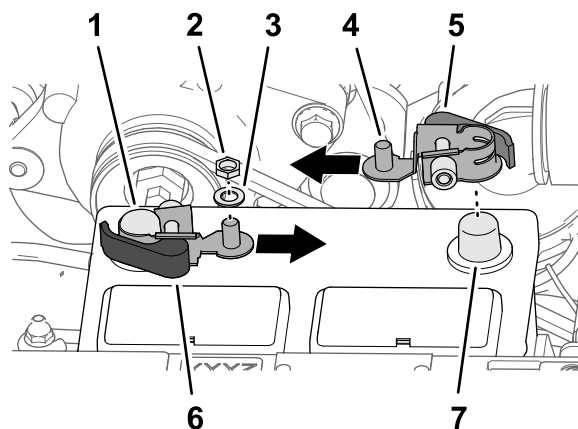

Bild 206
1. Entfernen Sie die Sechskantmutter und die Scheiben von den Schnellanschlussklemmen am roten und schwarzen Hebel (Bild 206).
3. Montieren Sie die Schnellanschlussklemme am Minuspol der Batterie; der Gewindestift der Klemme muss zur Mitte der Batterie ausgerichtet sind, wie in Bild 206 abgebildet.